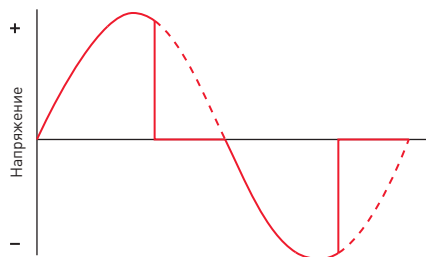

Рисунок 2. Диммирование по заднему фронту [Trailing edge].
- 3.10. Данный диммер работает с отсечкой фазы по заднему фронту — Reverse phase control, Trailing edge (см. Рисунок 2).